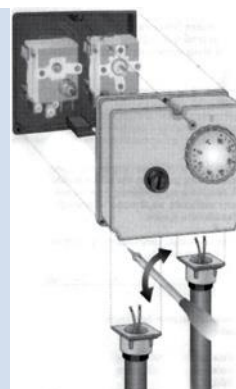

fig 5
B) Demontați partea frontală a termostatalui îndepărtând cele trei șuruburi de fixare. Desfaceți cablurile de alimentare și conectați-le la ieșirile corespunzătoare ale termostatalui (fig. 5.) conform instrucțiunilor